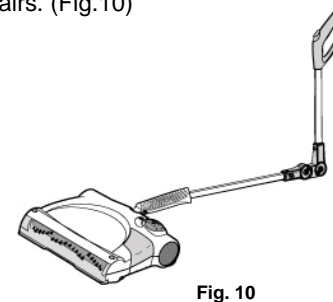

Fig. 10
4. Para aspirar debajo de los muebles, presione el botón de liberación del mango y haga presión para doblar el mango de la barredora hacia adelante. La bisagra superior de plegado se saldrá de la posición trabada para aumentar el rango de movimiento, permitiéndole limpiar fácilmente debajo de sillones, camas y sillas. (Fig. 10)
4. To vacuum under furniture, press the handle release button and apply pressure in order to bend the sweeper's handle forward. The top folding pivot will release from the locked position for increased range of motion, allowing you to easily reach under sofas, beds, and chairs. (Fig.10)